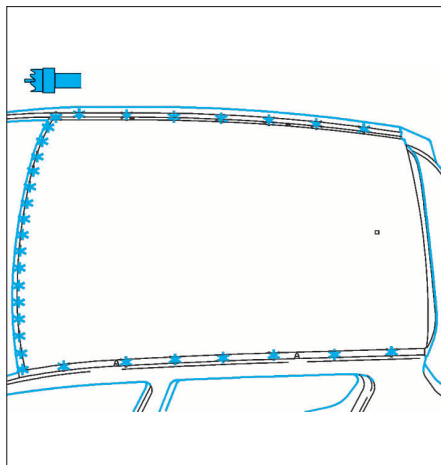

FIG. 157
- Dépointer et meuler (Fig.157 à 159).